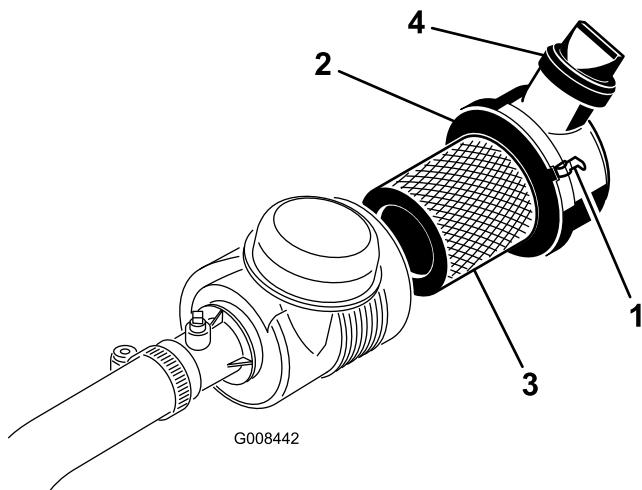

Bild 38
1. Lösen Sie die Riegel, mit denen die Abdeckung des Luftfilters am Luftfiltergehäuse befestigt ist (Bild 38).
7. Montieren Sie die Abdeckung und befestigen Sie sie mit den Laschen (Bild 38).